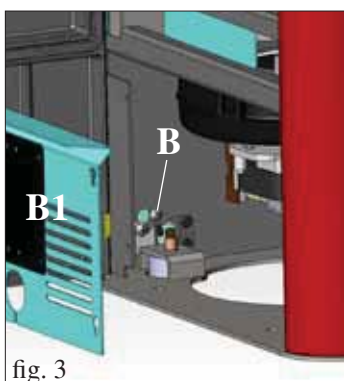

fig. 3
- Ouvrir la porte et retirer le panneau zingué (B1 - fig.3)
- Desserrer la vis située dans la partie inférieure/avant des côtés droit et gauche (B -fig. 3).